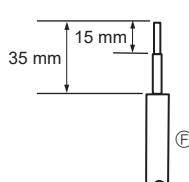
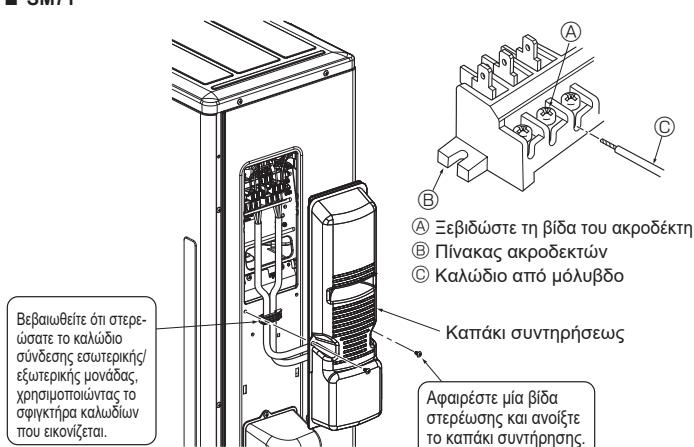

Fig. 6-2
Fig. 6-3
6.1. Εξωτερική μονάδα (Fig. 6-1, Fig. 6-2, Fig. 6-3)
① Βγάλτε το καπάκι συντήρησης.
② Συνδέστε τα καλώδια σύμφωνα με τις Fig. 6-1, Fig. 6-2 και Fig. 6-3.
(Προμηθευτέτε το καλώδιο επί τόπου) (Fig. 6-2)